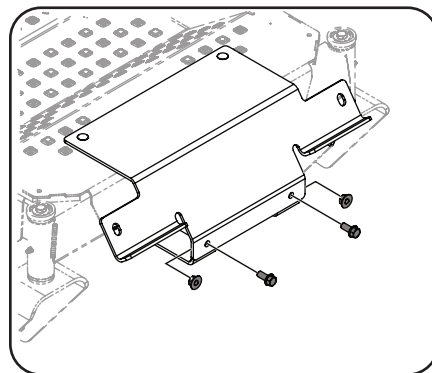

Figura 4-21
5. Asegure las ménsulas superior e inferior con dos pernos (710-4482) y con dos tuercas (712-04217). Consulte la Figura 4-21.